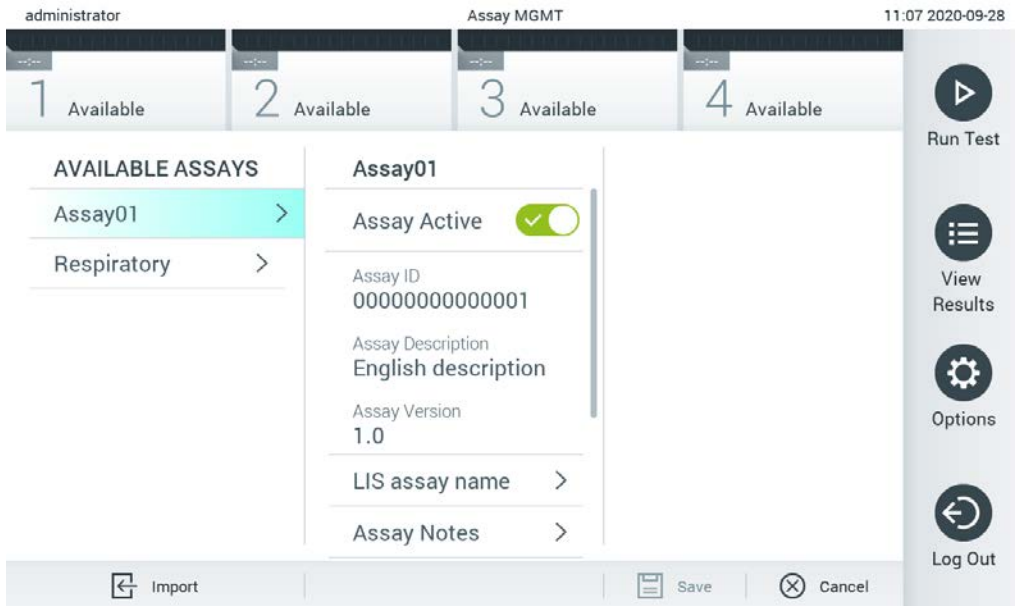

Abbildung 67: Aktivierung des Assays
7. Der Assay wird aktiviert, wenn Sie Assay Active (Assay aktiv) wählen (Abbildung 67, nächste Seite).